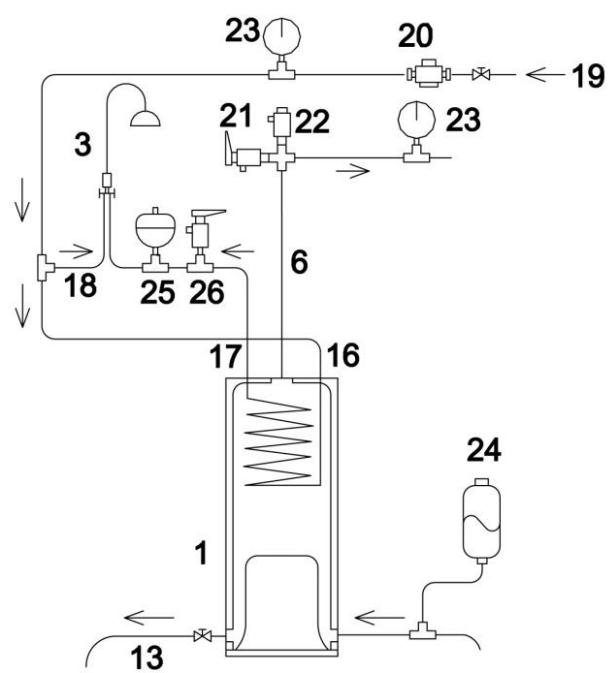

Рис. 16
2. Обеспечение подготовки и отбора горячей воды. (Рис. 16)